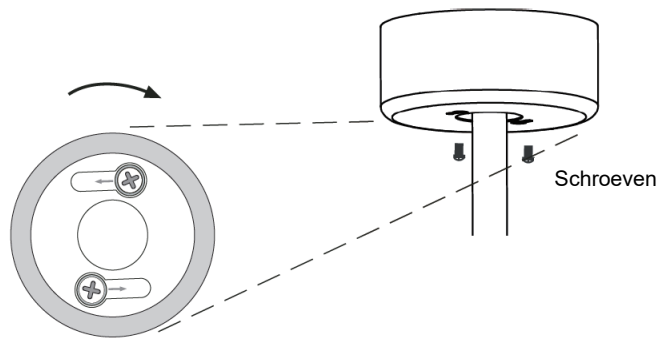

Afb. 8
Zie afb. 8 hoe de bedrading op de ventilator aan te sluiten.
- Breng de afstandsbedieningsontvanger voorzichtig boven de ophangkogel in de daarvoor voorziene ruimte in de montagebeugel aan. Zorg dat de bedrading niet wordt beschadigd of los komt. (Afb. 8).